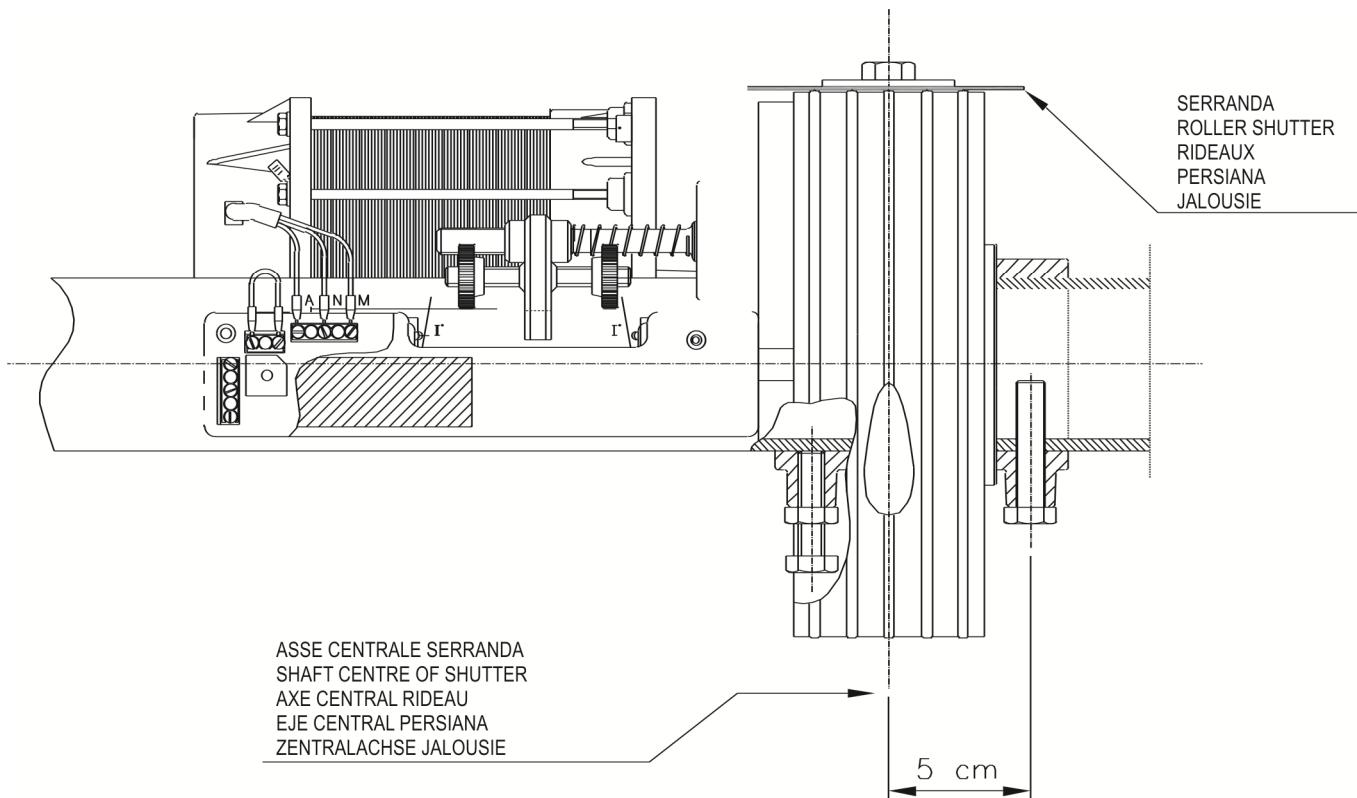

FIG. 1
- 19) S'il est nécessaire d'installer le volet en sens opposé à celui illustré dans la **FIG. 1**, la procédure précédente doit être réalisée en échangeant les rôles des deux micro-interrupteurs (le micro-interrupteur 2 arrête la descente, tandis que le micro-interrupteur 1 arrête le levage).
- 1) Hacer un orificio de 10 mm a 5 cm de diámetro del centro del eje de la persiana (ver la **FIG. 1**).
- 13) Apretar a mano el motorreductor 1-1½ vuelta llevando la abrazadera de final de carrera hacia el microinterruptor 1 (abajo) como en la fig. 1 (debe girar sin obstáculos).
- 19) Si es necesario instalar la persiana en el sentido opuesto al que se ilustra en la **FIG. 1**, los pasos anteriores se deben realizar cambiando las funciones de los dos microinterruptores, ya que el microinterruptor 2 detiene la bajada y el microinterruptor 1 detiene la elevación.
-  **1)** Eine Bohrung mit einem Durchmesser von 10 mm bis 5 cm vom Mittelpunkt der Achse der Jalousie anbringen (s. **ABB. 1**).
- 13)** Den Getriebemotor von Hand um 1-1½ Drehungen anziehen und dazu den Endschalterring in Richtung Mikroschalter 1 (unten) bringen wie in Abb. 1 (dieser muss mühelos drehen).
- 19)** Wenn erforderlich die Jalousie in der Gegenrichtung zu der in **ABB. 1** dargestellten installieren. Die vorstehenden Punkte müssen dazu unter Umkehrung der Rolle der beiden Mikroschalter ausgeführt werden, da der Mikroschalter 2 das Herunterfahren stoppt und der Mikroschalter 1 das Anheben.